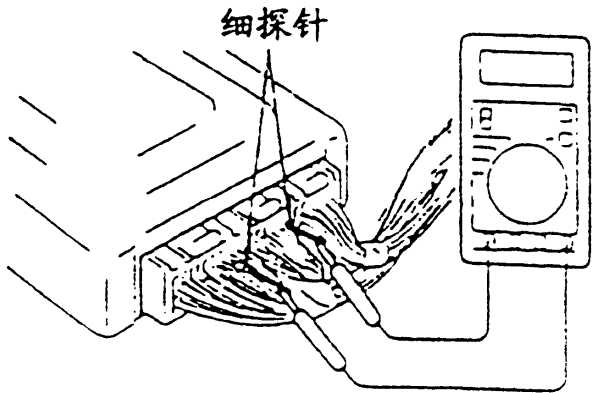

图 3-8 端子电压检查
- （2）如图 3-8 所示，将针状探针插到 ECU 各接头的端子（自线束侧）内，并参照检查